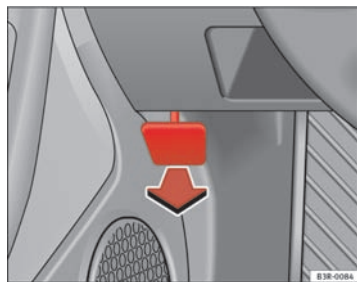

Fig. 176 Détail du plancher côté conducteur : levier d'ouverture du capot-moteur
- Tirez le levier situé sous la planche de bord dans le sens de la flèche ⇒ fig. 176.